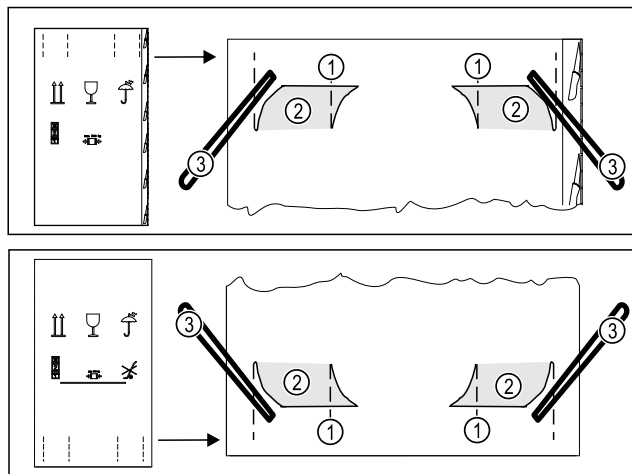

Fig. 5
- ▶ Verpackungskarton oben und unten an der Perforierung Fig. 5 (1) eindrücken.
- ▶ Eingedrückte Laschen Fig. 5 (2) herausziehen.
- ▶ Trageschlaufen Fig. 5 (3) sind sichtbar.
- ▶ Alle vier Trageschlaufen Fig. 5 (3) herausziehen.
- ▶ Gerät an allen vier Trageschlaufen Fig. 5 (3) halten.